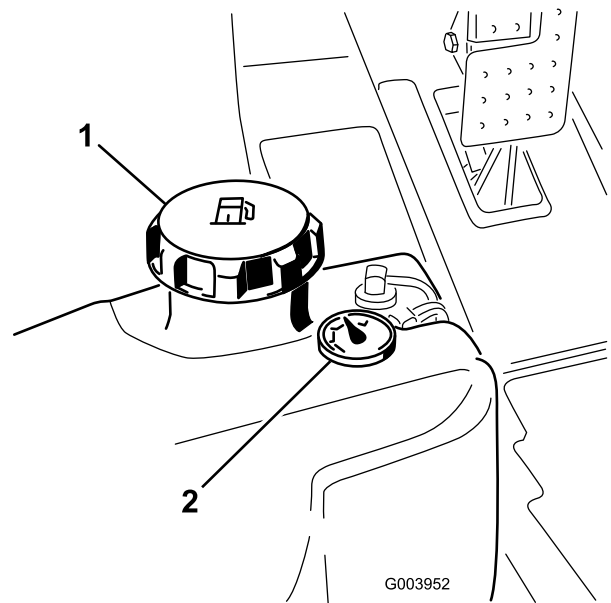

Figure 33
3. Retirez le bouchon du réservoir de carburant (Figure 33).